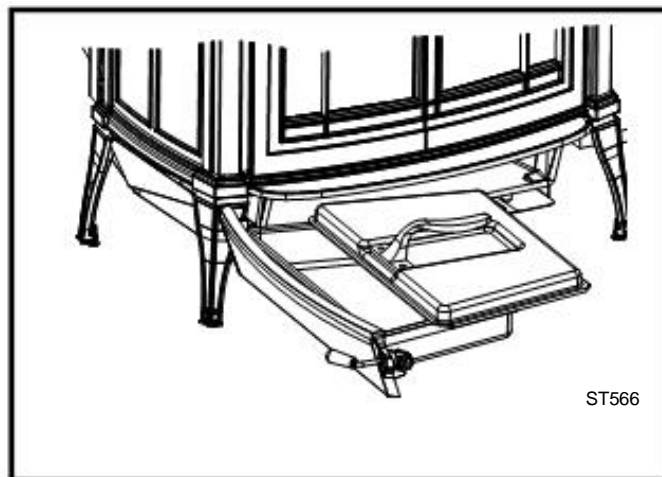

Рис. 40 Перед тем как вытаскивать пеплосборник убедитесь в том, что крышка плотно закрыта
- Наденьте крышку и убедитесь в том, что она плотно закрыта. (Рис. 40)
- Верните пеплосборник на свое место в печи и закройте засов дверцы пеплосборника. (Рис. 40)